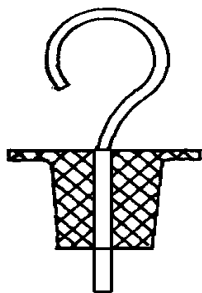

图 3 带钢丝胶嘴截面图
(1)把挤出机挤出的胶嘴棒定长,打磨成如图 3 所示的形状,直径方向比气囊孔眼直径相应增大 3~4 mm,长度方向比气囊筋部厚度大 4~5 mm,在中心插入 $\Phi 4$ mm 的钢丝,待用。